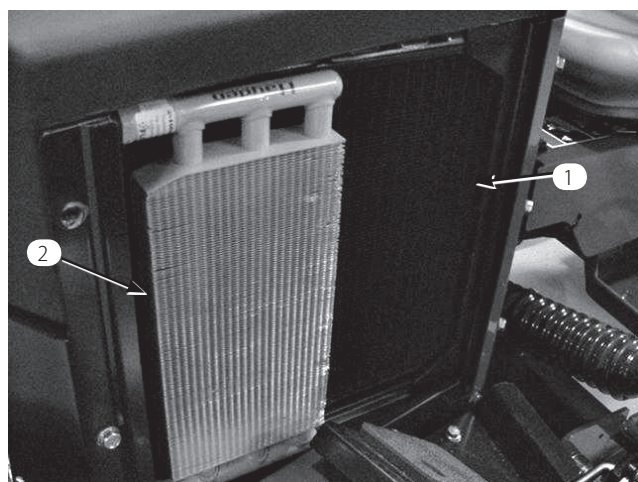

図 44
3. オイル・クーラ（図44）を清掃する； たまったごみをていねいに取り除くこと。